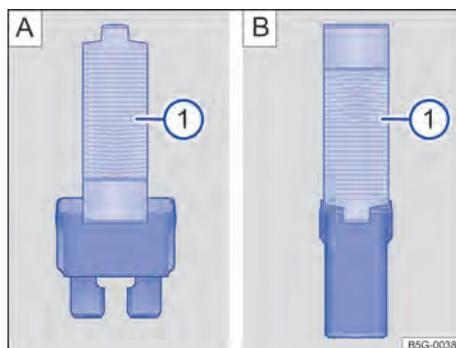

Fig. 215 Retirar ou colocar o fusível com a pinça de plástico: A) fusível plano, B) fusível de bloqueio.
- De acordo com a versão do fusível, colocar as garras adequadas do alicate plástico → Fig. 215 A ① ou → Fig. 215 B ① lateralmente no fusível.
- Se o fusível estiver queimado, substituir o fusível por um novo da *mesma* intensidade (mesma cor e inscrição) e do *mesmo* tamanho → ①.